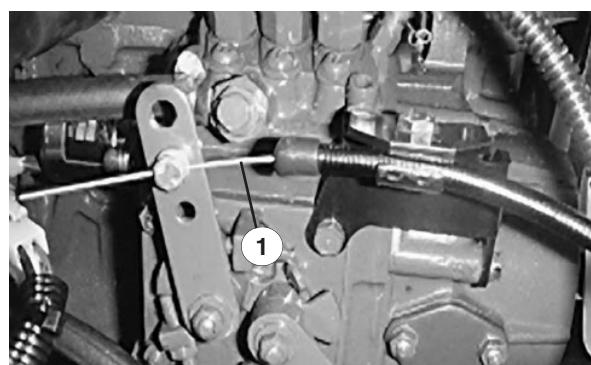

Bild 27
1. Stellen Sie den Gaszug (Bild 27) so ein, dass der Drehzahlreglerhebel am Motor die Schrauben für die niedrige und die hohe Drehzahl berührt, bevor der Gashebel den Schlitz im Armaturenbrett berührt.